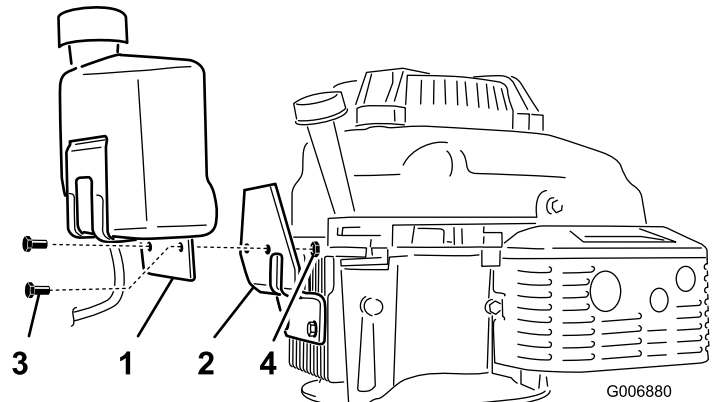

Figura 4
- Alinee los taladros del soporte del depósito de combustible con los del soporte del adaptador (Figura 4).
- Instale el depósito de combustible y su soporte en el soporte del adaptador con los 2 pernos (1/4 x 3/4 pulg.) y las 2 contratuercas (1/4 pulg.) de la bolsa de piezas sueltas (Figura 4).